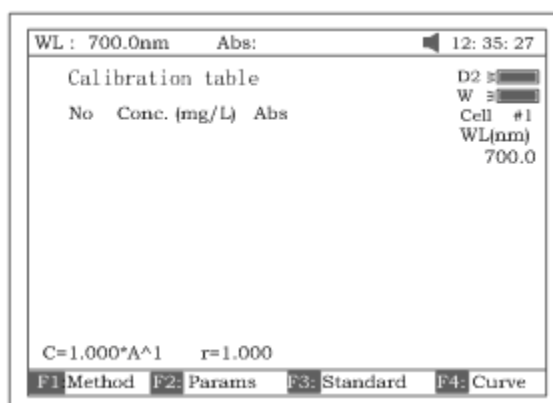

Рисунок 29
- 3.1 Нажмите клавишу **[F1]** для выбора метода построения эмпирической кривой, как показано на рис.29. На выбор предлагается 4 метода внесения поправок: метод линейного приближения, метод линейного приближения через ноль, квадратичного и кубического.